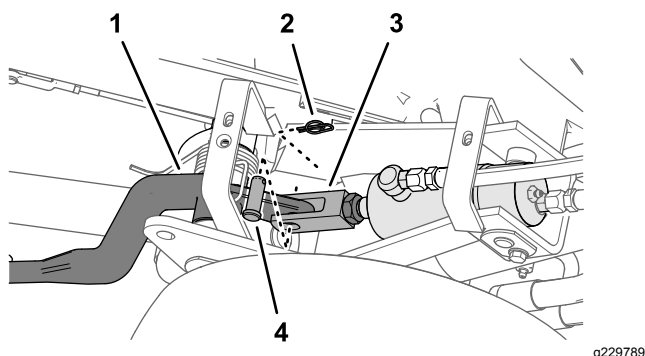
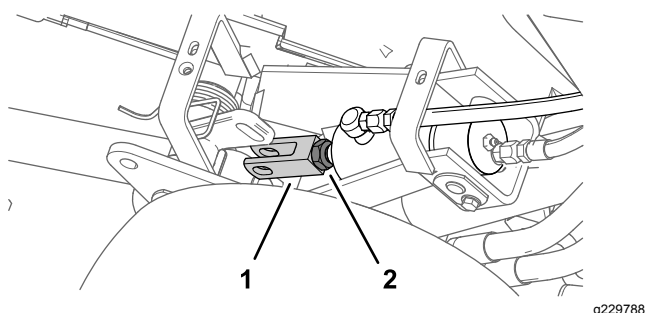

Figura 48
Figura 49
3. Afloje la contratuerca que sujeta la horquilla al cilindro de la unidad de corte que debe ser ajustada (Figura 48).
4. Retire la chaveta y el pasador de horquilla (Figura 48)
5. Gire la horquilla hasta obtener la altura deseada (Figura 49).
6. Monte la horquilla en el brazo de elevación con el pasador de horquilla y la chaveta, y apriete la contratuercas (Figura 48 y Figura 49).